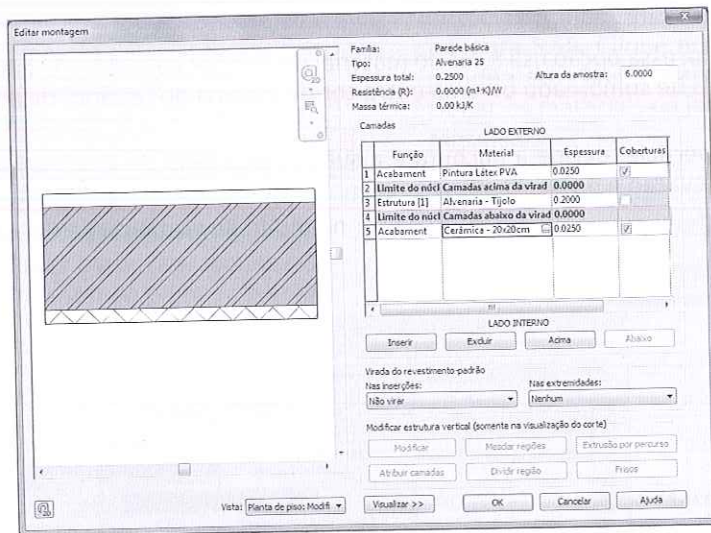

Figura 5.63 – Parede com camadas.
10. A parede acabada deve ficar como mostra a Figura 5.63. Clique em **Ok** para finalizar.